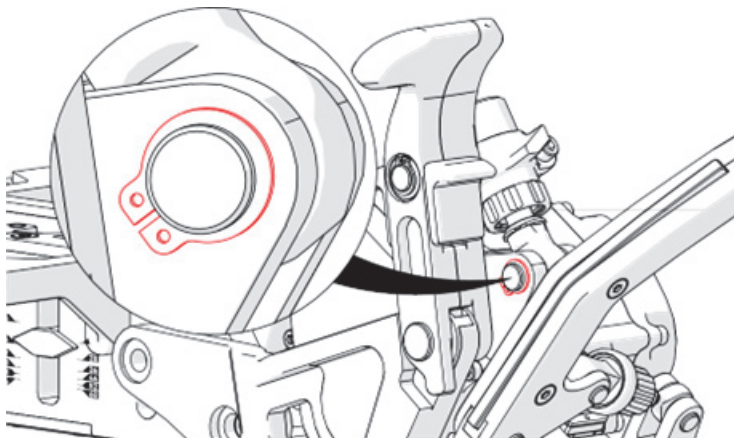

Figura 2-25 Extracción del anillo elástico
4. Retire el anillo elástico de la base del cilindro tensor de la rueda (ver Figura 2-25 en la página 106).